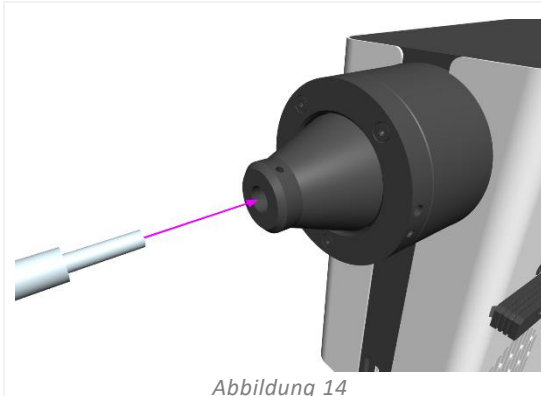

Abbildung 14
1. Führen Sie ein freies Ende eines 3-mm-Flüssigkeitslichtleiters in die Lichtquelle ein und stellen Sie dabei sicher, dass der Lichtleiter vollständig in den Auslasszylinder der Lichtquelle eingesetzt ist (Abbildung 14).